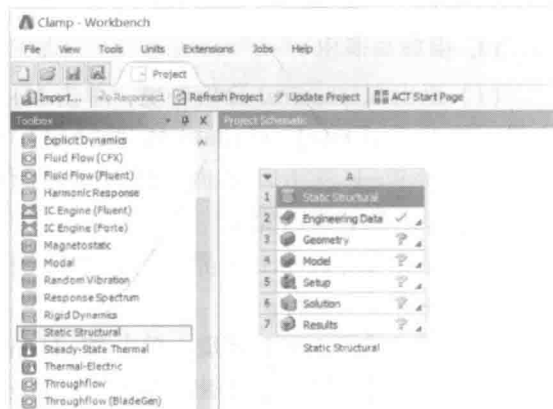

图 1-17 创建结构静力分析
(1) 在工具箱【Toolbox】的【Analysis Systems】中双击或拖动结构静力分析【Static Structural】到项目分析流程图，如图 1-17 所示。
(2) 在 Workbench 的工具栏中单击【Save】，保存项目实例名为 Clamp.wbpj。如工程实例文件保存在 D:\AWB\Chapter01 文件夹中。